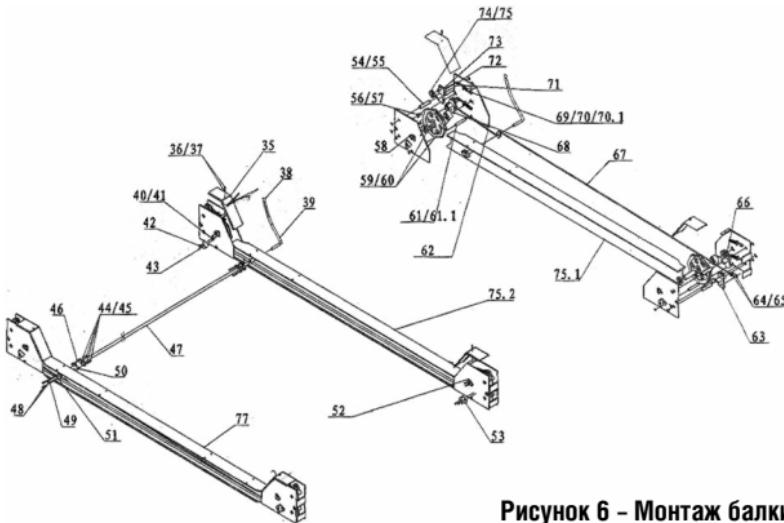

Рисунок 6 - Монтаж балки
2. Установите поперечные балки в пазы предохранительного фиксатора на уровне четвёртого-пятого паза. Монтаж балок на (рис. 6). Для данной операции используйте подъёмное оборудование или выполняйте её вдвоём, держа за разные концы балок.